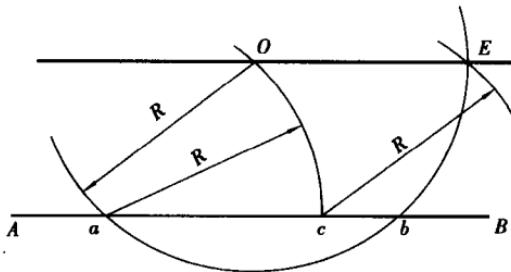

图 2.14 过直线外一点作该直线的平行线
(2) 已知直线 AB 和直线外任意一点 O 作平行线,如图 2.14 所示。